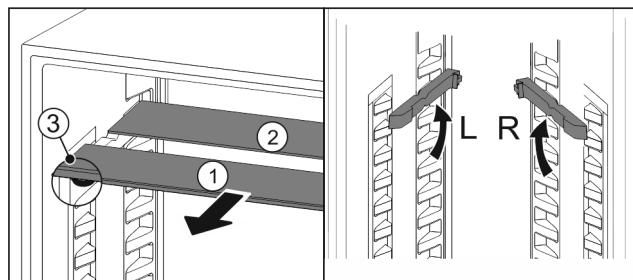

Fig. 96
- ▶ Skleněné desky jednotlivě vytáhněte dopředu Fig. 96 (1).
- ▷ Skleněná deska Fig. 96 (1) s ozdobnou lištou leží vpředu.
- ▷ Zarážky Fig. 96 (3) směřují dolů.